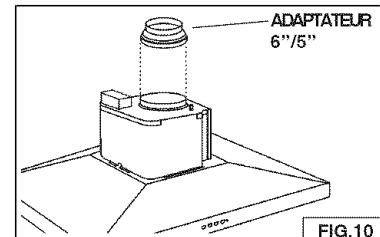

FIG. 10
4. Mounter l'adaptateur de 6"/5" sur la hotte. Fig. 10.